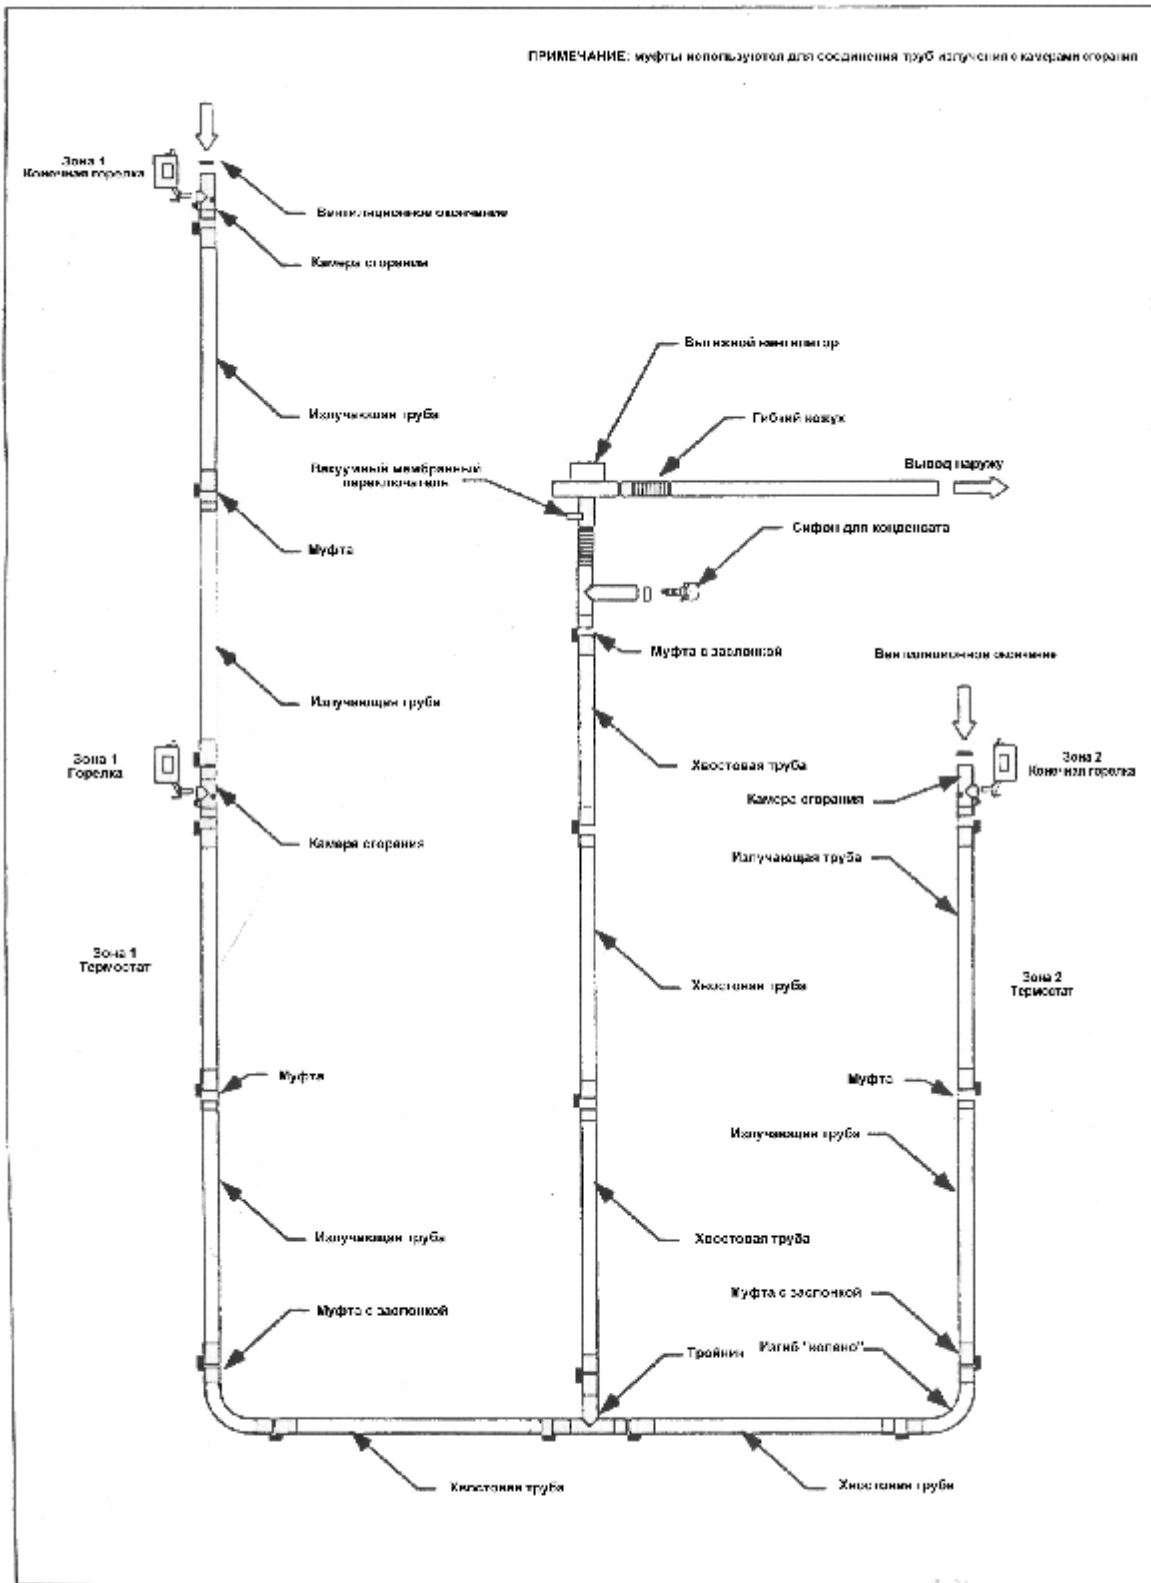

Рисунок 4. Типичная конфигурация CoRayVac.
3.5.2 На схеме компоновки показано общее расположение вентилятора (вакуумного насоса) (смотри Рисунок 4). Особенности расположения вентилятора и выпускной системы должны соответствовать критериям, изложенным в следующем параграфе.